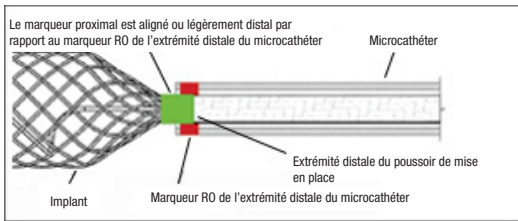

Figure 6 - Position des marqueurs pour le détachement
24. Sous contrôle radioscopique, avancer lentement l'implant hors de l'extrémité du cathéter. Continuer à avancer l'implant dans le site souhaité jusqu'à ce que le marqueur radio-opaque proximal de l'implant soit aligné ou légèrement distal du marqueur RO de l'extrémité distale du cathéter, en positionnant la zone de détachement juste à l'extérieur de l'extrémité du cathéter. Voir Figure 6. Repositionner si nécessaire. Si la taille de l'implant ne convient pas, la retirer et la remplacer par une autre. Si un mouvement indésirable de l'implant est observé sous radioscopie après sa mise en place et avant son détachement, retirer l'implant et la remplacer par un implant d'une taille plus appropriée. Un mouvement de l'implant peut être un signe avant-coureur d'un risque de migration de l'implant après son détachement. **NE PAS** tourner le pousoir de mise en place pendant ou après la mise en place de l'implant dans le système vasculaire. La rotation du pousoir de mise en place peut endommager l'implant ou provoquer son détachement précoce du pousoir de mise en place, ce qui risque d'entraîner une migration de l'implant. Effectuer des contrôles angiographiques avant le détachement pour s'assurer que l'implant ne déborde pas dans une vascularisation indésirable.